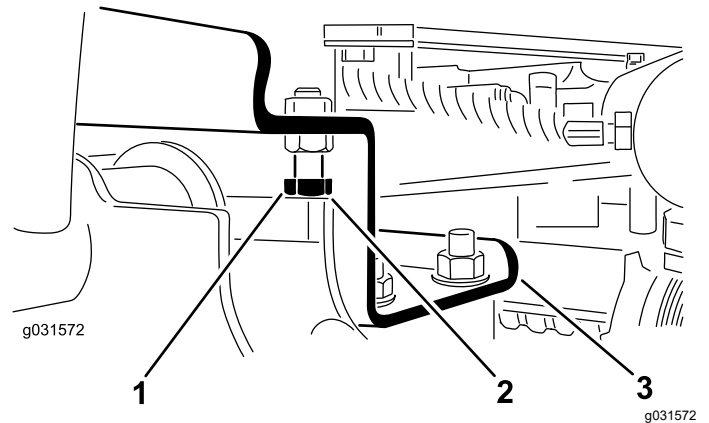

Рисунок 13
- A. Ослабьте затяжку упорных болтов (Рисунок 13).
2. Убедитесь, что зазор между каждым подъемным рычагом и фиксирующим болтом составляет от 0,13 до 1,02 мм, как показано на Рисунок 13.